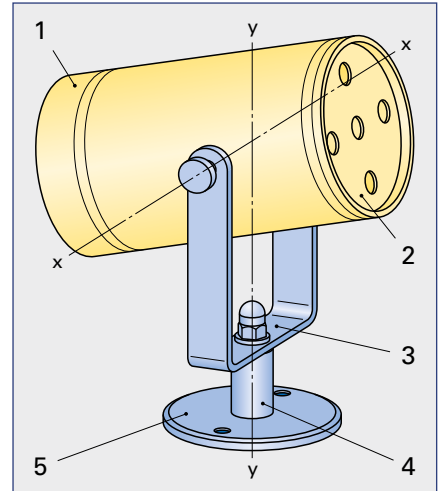

Bild 1
**Kundenauftrag:** Es soll ein Stahlgehäuse mit Fuß für eine Lampe gefertigt werden (**Bild 1**). Der zylindrische Lampenkörper Pos. 1 soll um die Achsen x-x und y-y verstellbar und in einer gewünschten Position fixiert werden können. Der Lampenkörper soll mit einer Dreiwalzenbiegemaschine gerundet und durch Punktschweißen verbunden werden. Als Blechversteifung dienen Sicken, wobei an einer Seite ein Deckel Pos. 2 für die Aufnahme der Lampenfassung eingeschweißt werden muss. Die Verstellung um die x-x-Achse soll durch Blindnietmuttern im Lampenkörper und die Rändelschrauben durch den Bügel Pos. 3 erfolgen. Die Verstellung um die y-y-Achse soll über den Bügel und den Lampenfuß mithilfe einer Sechskant-Hutmutter bewerkstelligt werden. Der Lampenfuß Pos. 4 soll aus einem Rundprofil mit einem M8-Außengewinde und einer angeschweißten Ronde Pos. 5 bestehen.
1. Der Lampenkörper Pos. 1 und der Deckel Pos. 2 sollen aus einem Blech DIN EN 10131 – 0,8 Stahl EN 10130 DC04 Am hergestellt werden (**Bild 1**).